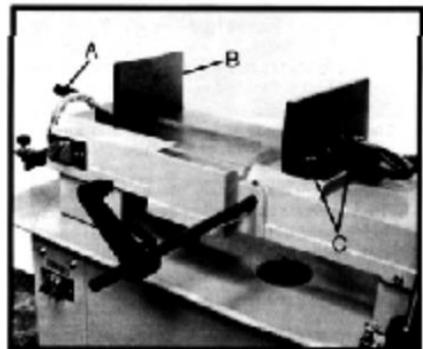

Рис. 7
1. Открутите болты крепления (C, Рис. 7).
2. Выставьте зажим и закрутите болты, как показано на Рис. 7.